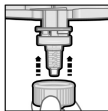

Fig. 3
5. Une fois que l'embout mélangeur est dans la bonne position (fig. 3), poussez la bague de fixation Dynamix sur l'embout mélangeur jusqu'à la butée, et tournez-la vers la droite (1/4 de tour) jusqu'à verrouillage complet. (Fig. 4.1, 4.2, 5)